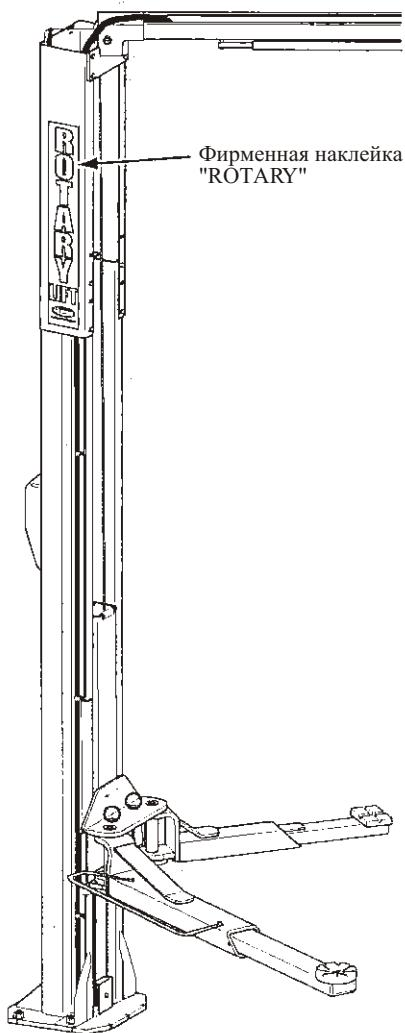

Рис. 24
25. Наклеивание фирменных наклеек: очистите места для приклеивания фирменных наклеек "ROTARY". Снимите подложку с наклейки. Приклейте наклейки к колоннам подъемника на стороне въезда транспортного средства (рис. 24). Прижмите каждую из наклеек равномерно по всей площади.